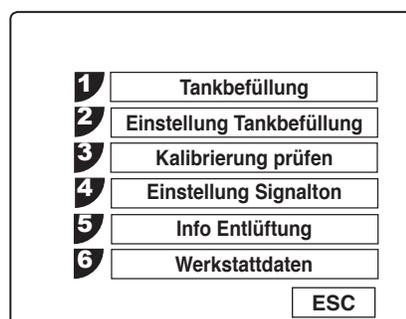

Abbildung 14
1. **EINSTELLUNG TANKBEFÜLLUNG** im Menü „Einrichten“ wählen. Siehe Abbildung 14.